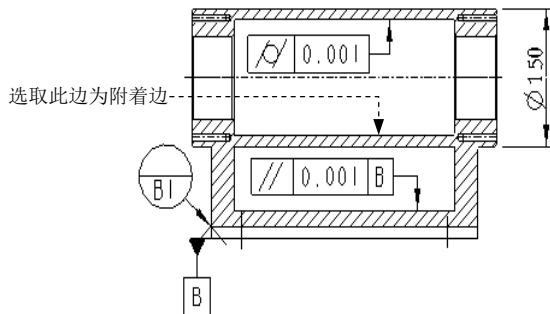

图 5.9.54 选取附着边
- (4) 选取 **基准参考** 选项卡，在 **首要** 子选项卡的 **基本** 下拉列表中选择基准 **B**。
- (5) 在 **公差值** 选项卡中，接受系统默认的公差值 0.001。
- (6) 单击“几何公差”对话框中的 **确定** 按钮。
Step4. 参照 Step2 中的操作将几何公差符号拖动到图 5.9.54 所示的位置。
Step3. 选取附着边并定义表面粗糙度值。选取图 5.9.54 所示的边为附着边，在“表面粗糙度”对话框中单击 **可变文本(V)** 选项，在 **roughness_height** 文本框中输入数值 3.2 后，在图纸空白处单击鼠标中键放置粗糙度。